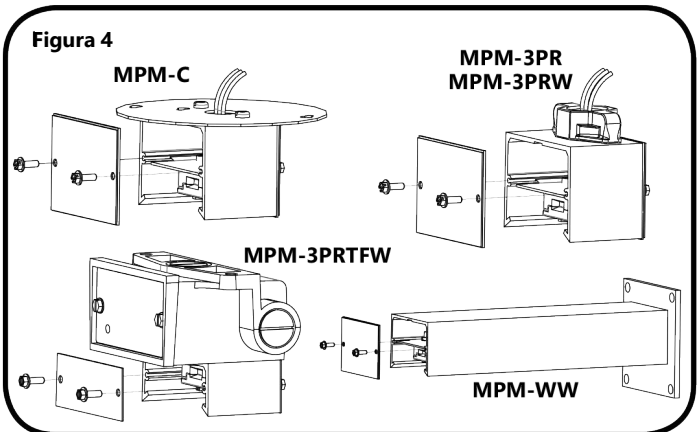

Figura 4
1. Remueva la cubierta de accesorios (vea figura 4).